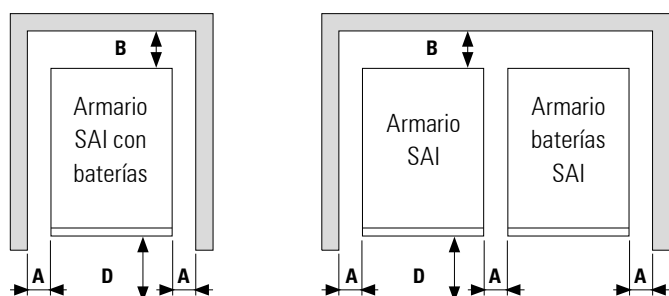

Fig. 31. Cotas mínimas periféricas para la ventilación del SAI.
- En la Fig. 31 se representa un ejemplo de 4 equipos en paralelo con su respectivo armario de baterías. Para sistemas de menos unidades actuar en consecuencia según cada caso.